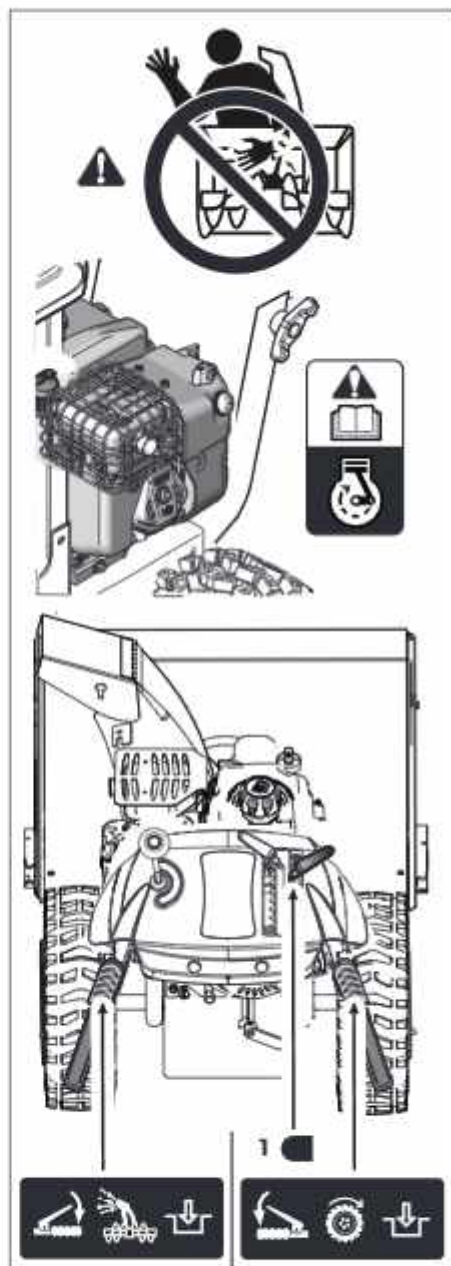

Рис. 16
2.10 Проверка системы безопасности (рис. 16)